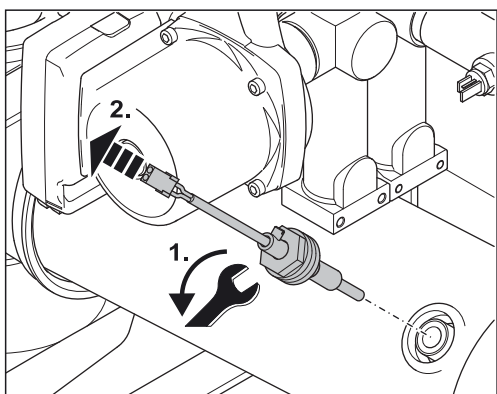

Figura 6-13 Svitare ed estrarre la sonda di temperatura fumi
2. Con la chiave da 24, svitare ed estrarre la sonda nella sua custodia dal canale di scarico fumi (figura 6-13) Ora è possibile sostituire la sonda di temperatura fumi completa di custodia.